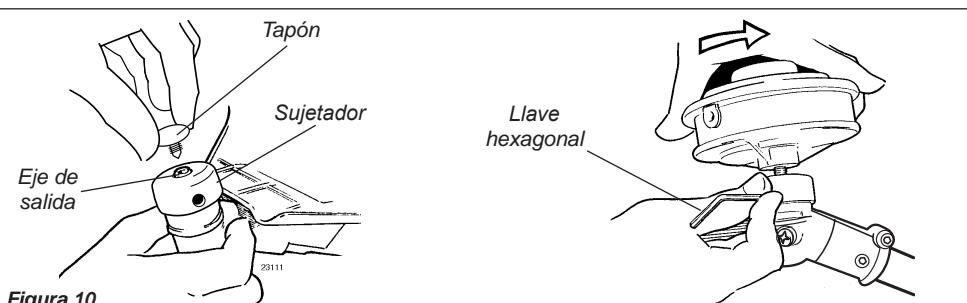

Figura 10
2. Retire y deseche la tapa protectora de plástico negro del eje de salida. Consulte la figura 10.
3. Gire el soporte hasta que el hueco en el soporte se alinie con la muesca en la caja de cambios. Use el lado largo de la llave hexagonal para asegurar el soporte y el eje de salida. Consulte la figura 10.